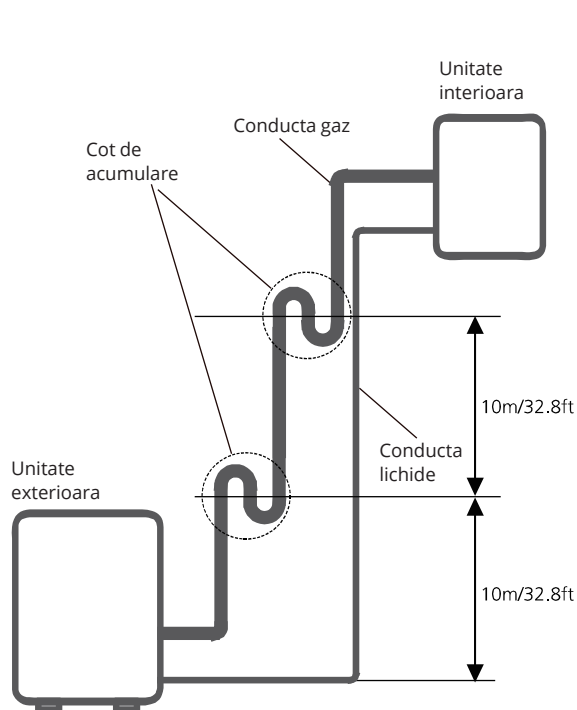

Fig. 7.2
- Scurgerea uleiului înapoi în compresor, poate cauza comprimarea lichidelor sau deteriorarea returului de ulei. Acumularile de ulei pot fi evitate dacă se instalează coturi în conducta de gaz. Instalați coturi la fiecare 10 (32.8 picioare). (Vezi Fig 7.2)